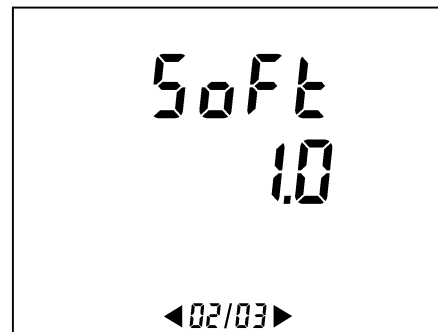

Figura 66: Numero di versione del software integrato (pagina 2/3).
- La versione software dell'apparecchio (*S_{oFt}* = *Software version*) (Figura 66).